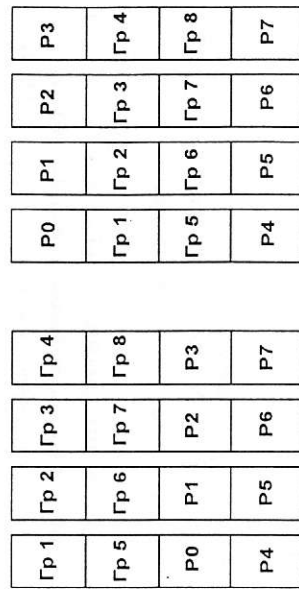

Рис. 3. Варианты расположения боксов в шкафу
Монтаж кабелей в шкафу следует выполнять в соответствии с нумерацией боксов, указанной на рис. 3а или 3б (Гр- магистральный бокс, Р - распределительный). На рис. 3а изображен вариант с верхним расположением магистральных боксов, на рис. 3б с центральным расположением магистральных боксов.
5.1.3. Подготовленный к монтажу конец кабеля примерить по стержням для установки плинтов и отметить на оболочке кабеля место начала разделки, которое находится в шкафу на уровне 8-ого плинта устанавливаемого бокса. Длина кабеля должна превышать верхний плинт подключаемого стопарного бокса на 200 - 250 мм. Формируемые из плинтов стопарные боксы для подключения магистральных и распределительных кабелей предлагаются разместить в местах, указанных на рис. 3.